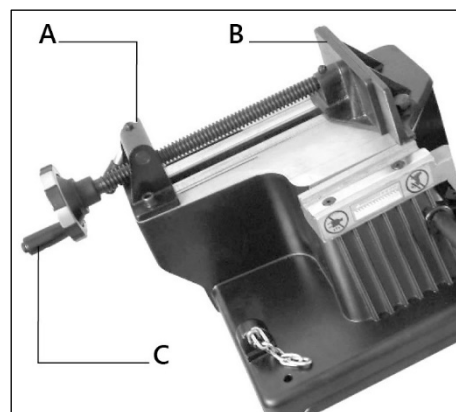

Рисунок 6.
- ослабьте ручку фиксации **А** (рис. 6). Теперь вы можете легко перемещать тиски назад и вперед за маховик **С**.